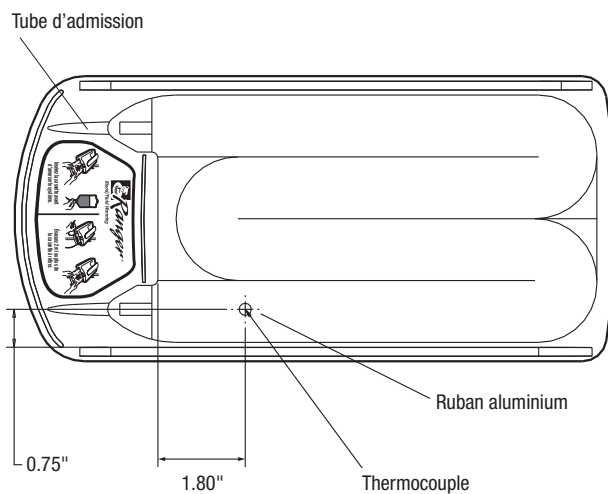

Fig. 1 : Cassette de réchauffement de sang/soluté Ranger pour débit standard
1. Utilisez le ruban en aluminium pour coller un thermocouple sur la surface supérieure de l'appareil de réchauffement Ranger, comme illustré à la figure 1.